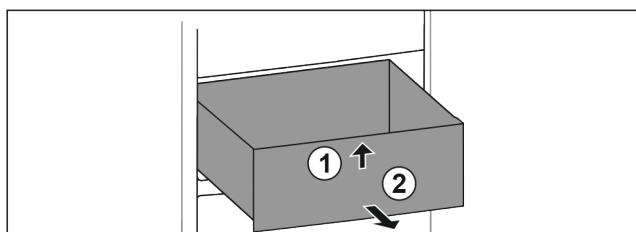

Fig. 24
- ▶ Sollevare il cassetto dal davanti. Fig. 24 (1)
- ▶ Rimuovere il cassetto tirandolo in avanti. Fig. 24 (2)